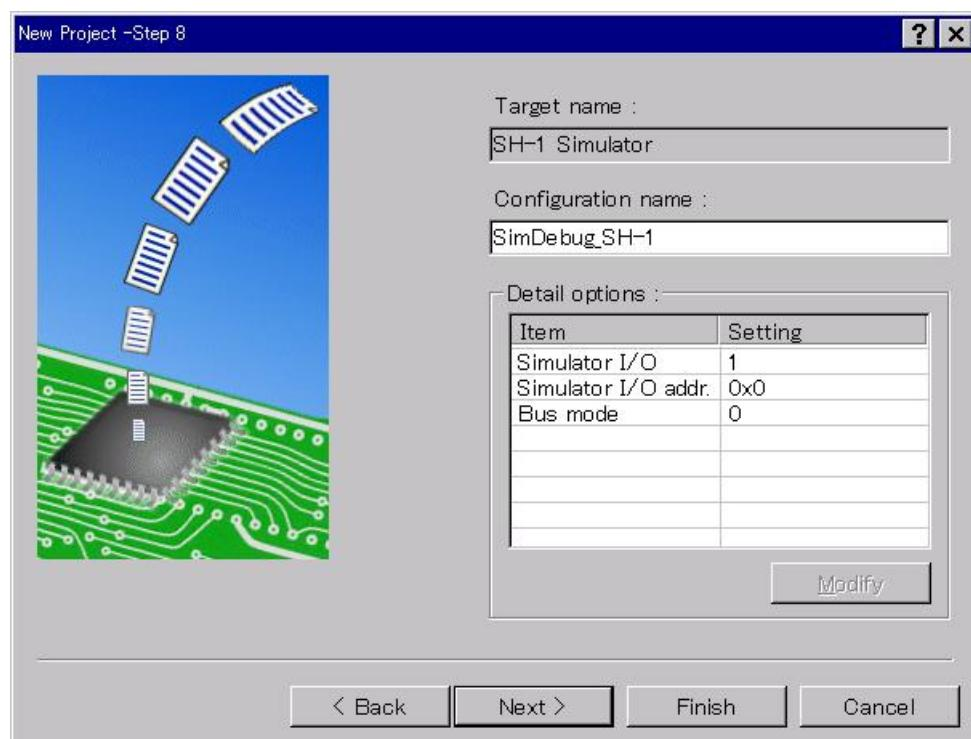

図 2.9 デバッガオプション設定画面 (Step8)
Step7画面で[ Next >]をクリックすると、図 2.9に示す画面を表示します。この画面で、選択したデバッガターゲットのオプションを設定します。